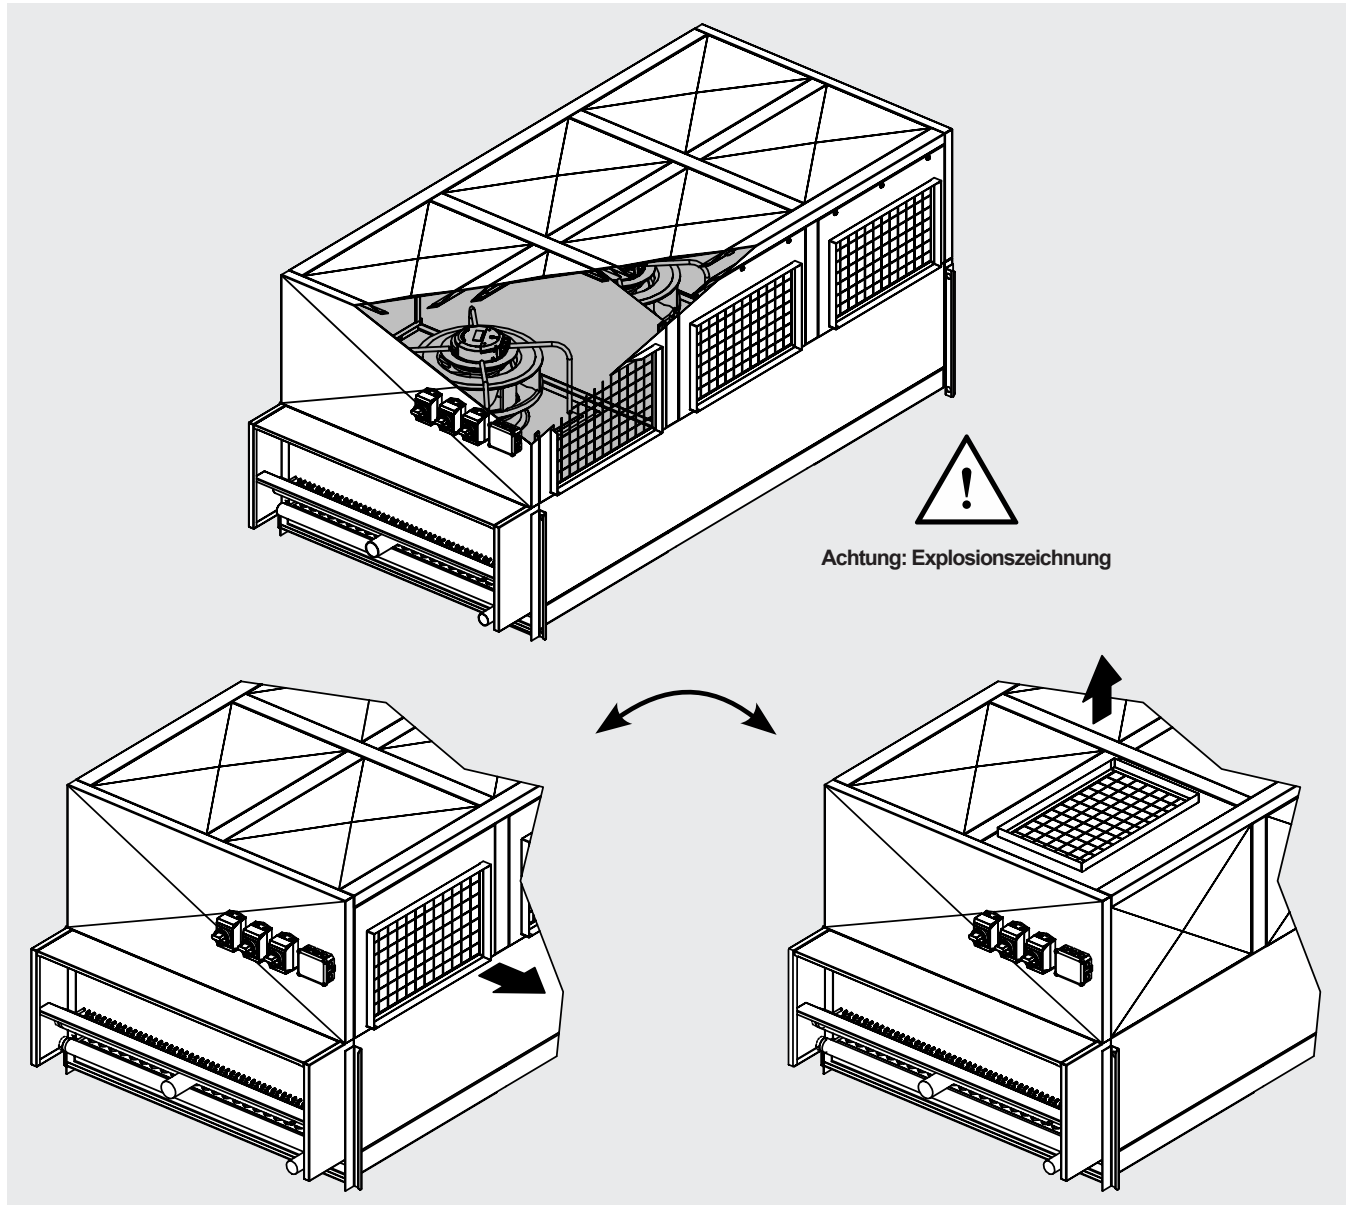

Abbildung 8
- 8.1 Jeder Motorventilator ist im entsprechenden Fach im oberen Teil des Modells, oberhalb des Wärmeaustauschers, untergebracht. Um den Luftaustrittspunkt zu ändern, muss lediglich die Installationsposition der vollen Platten und der mit Gittern ausgestatteten Platten, die das Belüftungsfach abdecken, vertauscht werden. Die Platten werden ausschließlich mit Schrauben befestigt. Siehe Abbildung 8.